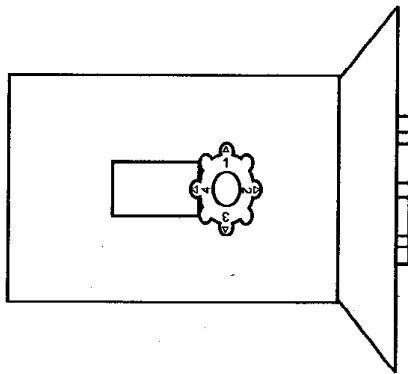

Fig. 5
- B. Pour augmenter le rayon de la pulvérisation doit déplacer la buse. La vitesse de rotation doit être adaptée à influencer la qualité de fonctionnement d'un spray étanche. Le plus grand jet peut être réglée par la valve (Fig. 5, la position 4).